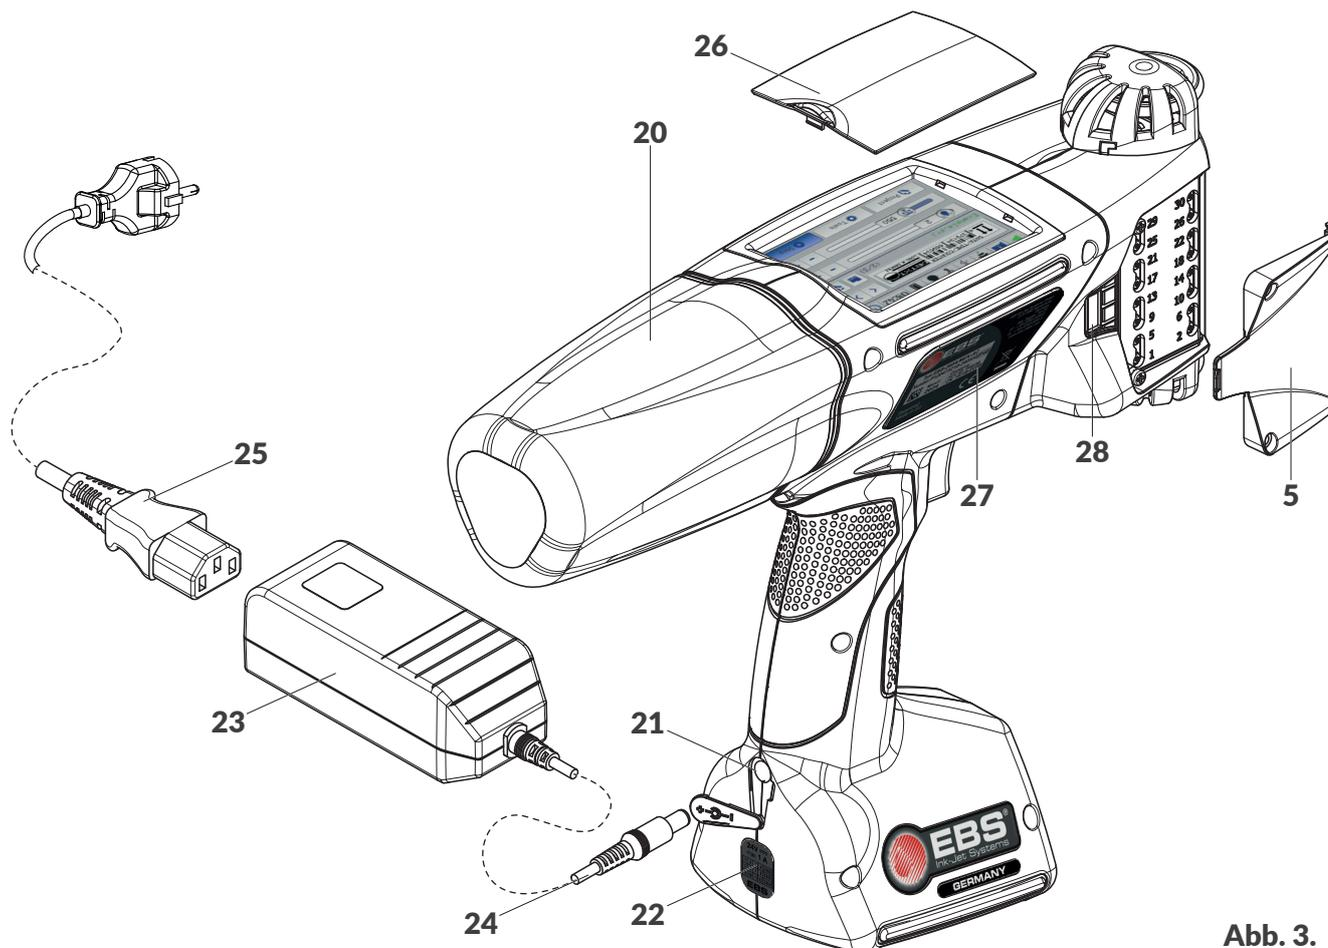

Abb. 3.
* Je nach Bestimmungsland kann der Typ des Netzsteckers von dem in der **Abb. 3** gezeigten abweichen.
Die Anschlussbuchse (**28**; siehe Abb. 3 auf Seite 15) ist an rechter bzw. linker Druckerseite zugänglich, nach vorherigem Abschrauben der Abdeckung **5** der Justierschrauben des Druckaggregats.
* Je nach Bestimmungsland kann der Typ des Netzsteckers von dem in der Abb. 3 auf Seite 15 gezeigten abweichen.